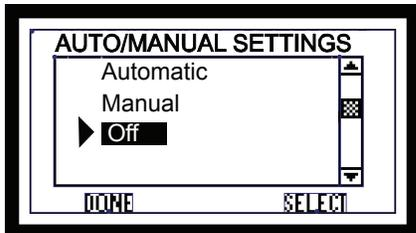

Figure 26.1
- Une fois l'entretien terminé, redémarrez le foyer au moyen de AUTO/MANUAL SETTINGS (Figure 26.1).